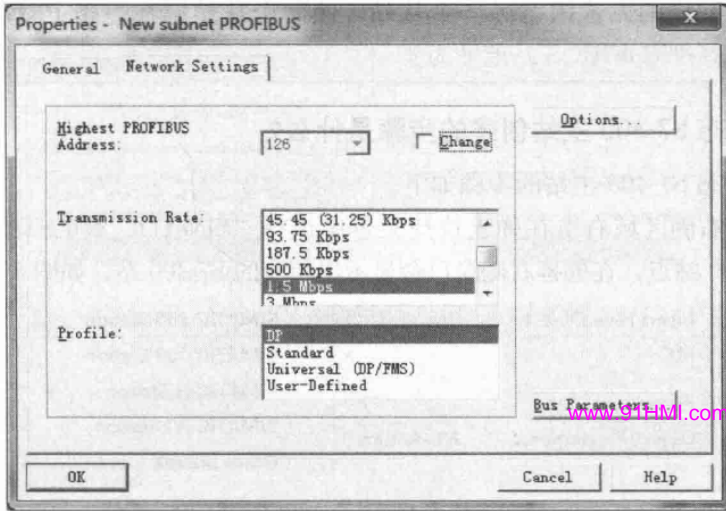
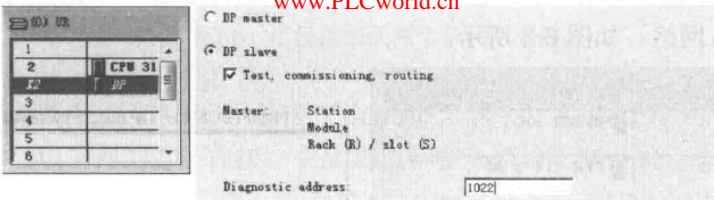

图 8-4 设置传输速率和总线行规
图 8-5 诊断地址设置
(2) 建立 S7-300 之后, 双击“Hardware”图标, 组态机架和 CPU, 在插入 CPU315-2DP 时, 新建一条 PROFIBUS 网络, 设置站地址参数。在“Address”栏配置 CPU315-2DP 的站号, 本例中 CPU315-2DP 的 PROFIBUS 地址为 3。单击“Properties”按钮, 在“Network setting”中设置传输速率和总线行规, 本例中选择“DP”行规, 传输速率选择“1.5Mbit/s”, 如图 8-4 所示。
(3) 如网络中使用了中继器、OBT 和 OLM 等网络元件, 可单击“Options”按钮添加, 然后单击“OK”按钮确认。
(4) 双击 DP 栏组态操作模式和从站通信接口区, 在“Operation Mode”菜单中选择从站模式, 如果使用 PROFIBUS 网卡编程, 如 CP5611, 可以激活从站的编程功能, 这样在 PROFIBUS 网络上可以同时为主站和从站编程, 诊断地址选用默认值即可, 选项如图 8-5 所示。
(5) 进入菜单“Configuration”组态从站通信接口区, 单击“New”按钮, 加入一栏通信区, 每栏通信区最大数据长度为 32 个字节, 在本例中分别添加输入区一栏和输出区一栏各 10 个字节, 开始地址为 0, 在“Consistency”中选择